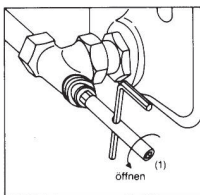

Bild 5
- 3.3 Mit dem Sechskantschlüssel SW 10 (1) durch Linksdrehen den Einsatz lockern (max. ¼ Gewingegang) (Bild 5).